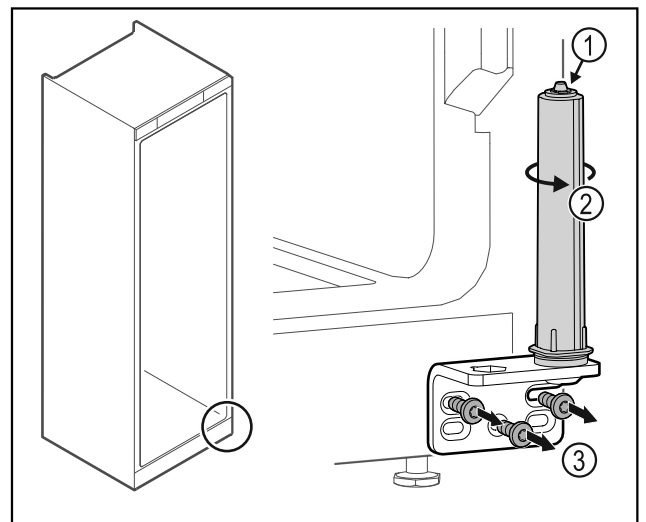

Fig. 29
- ▶ Türschließsystem Fig. 29 (1) nicht zerlegen.
- ▶ Schließsystem Fig. 29 (2) drehen, bis es klickt.
- ▶ Scharnierwinkel Fig. 29 (3) abschrauben.